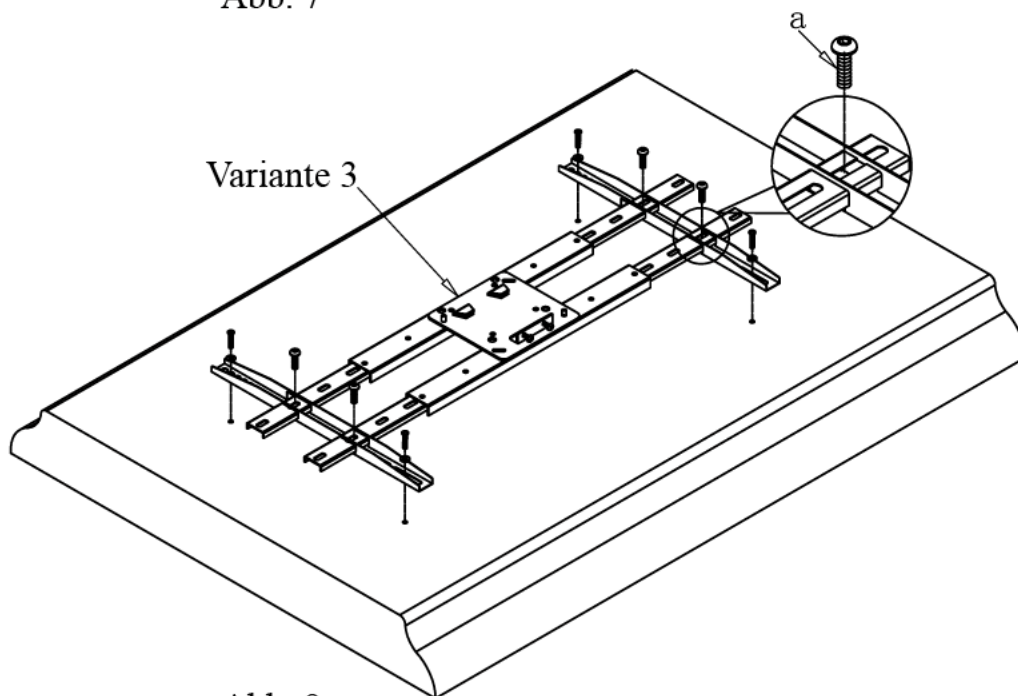

Abb. 9
Variante 3 Legen Sie das Gerät umgekehrt auf eine ebene, weiche Fläche. Schieben Sie die Gerätebügel (C) über die Befestigungslöcher des Gerätes. Schrauben Sie die Bügel mit den Schrauben (a) an die Befestigungsarme. Abschließend verwenden Sie die passenden Geräteschrauben, um Ihr Gerät an den Bügeln zu befestigen. (Abb. 9)